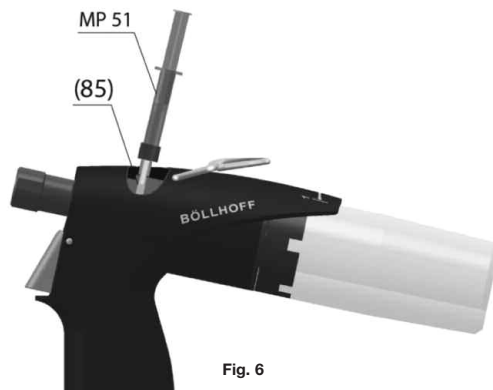

Fig. 6
- 6 - Appuyer sur le piston de la seringue MP51 (fig. 6) à plusieurs reprises pour faire l'appoint d'huile et faciliter l'extraction de l'air présent dans l'huile.